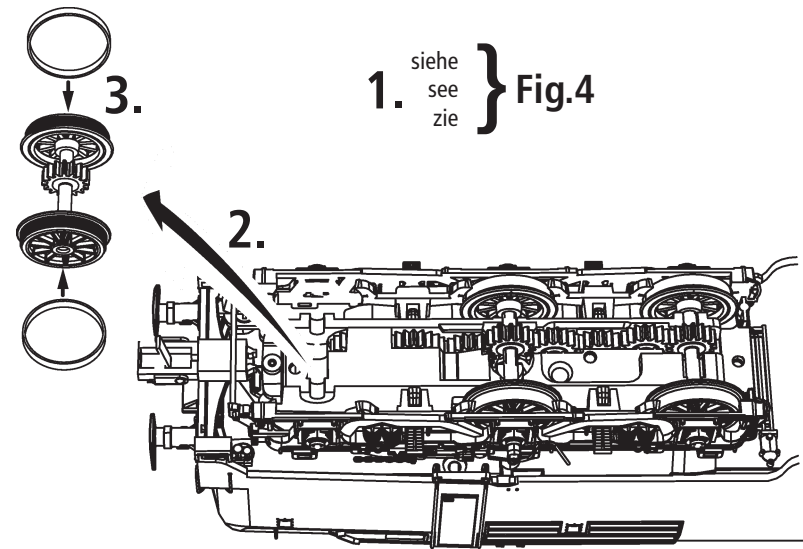
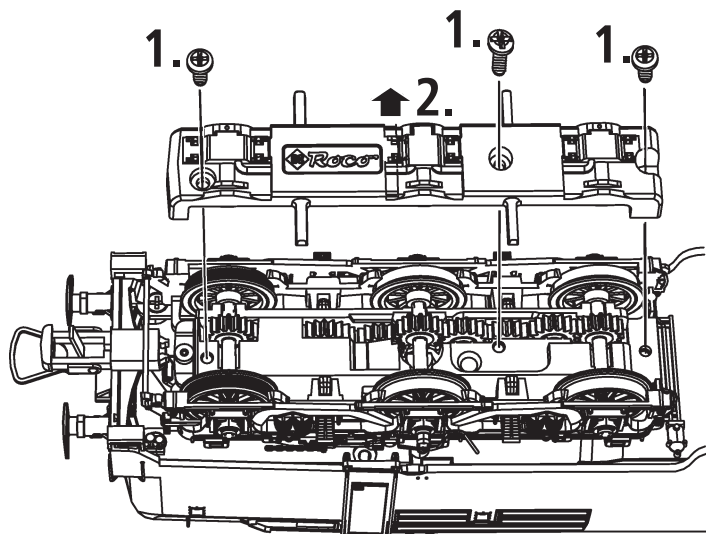
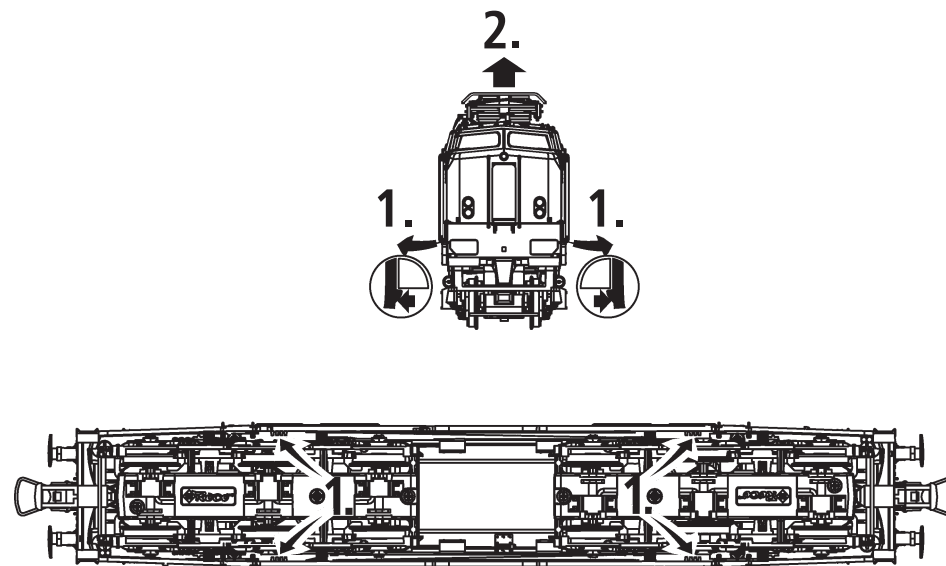

Fig. 9
Fig. 4
Fig. 5
2. Schmierung: Versehen Sie die im Schmierplan in Fig. 5 gekennzeichneten Stellen mit nur **kleinen Öltropfen**. Dazu zuerst das Lokgehäuse abnehmen (Fig. 4). Wir empfehlen den **ROCO Öler Art.-Nr. 10906**. Fürs Schmieren der Getriebeteile (Zahnräder, Schnecke) empfehlen wir das **ROCO-Spezialfett Art.-Nr. 10905**. Im Falle der Schmierung diese Teile **nicht ölen**.
Mehrzugbetrieb: Zuerst Lokgehäuse abnehmen (Fig. 4). Danach den Brückenstecker aus der Schnittstelle entfernen (diesen sorgsam aufbewahren). Danach den Stecker des Decoders lage-richtig einsetzen (Fig. 5).
4. Kohlebürstenwechsel: Lokgehäuse abnehmen (Fig. 4). Danach wird der Motor ausgebaut und die Kohlebürsten ausgewechselt (Fig. 9).
2. Lubrication: Apply **tiny oil drops** to spots marked in fig. 5. Prior to lubrication dismantle locomotive (fig. 4). We recommend using item no. **10906, Roco oiler**. For lubrication the gearparts (e.g. cogwheels, worm) we would recommend our Roco **special grease** (item no. **10905**). **Attention:** Please do not oil these parts when using our grease.
Running in digital mode: Remove the jumper from the interface. Finally put the plug of the decoder into the interface as shown in fig. 5.
4. Carbon Brush Changing: First remove loco body (fig. 4), and then the motor (fig. 9).
2. Graissage: N'appliquez **qu'une toute petite goutte** aux endroits indiqués par le plan de graissage (fig. 5) après avoir démonté la caisse de la locomotive (fig. 4). Nous vous recommandons le **graisseur à huile Roco réf. 10906**. Pour graisser les engrenages (roues dentées, vis sans fin) nous vous conseillons la **graisse spéciale Roco réf. 10905** pour engrenages en matières synthétiques. Lorsque vous utilisez cette graisse il faut éviter d'huiler ces composants.
Exploitation en télécommande multi-trains: Enlevez la fiche de shuntage de l'interface (à conserver!) et enfichez finalement la fiche de décodeur aux prises de l'interface. Veillez à la position correcte de la fiche (fig. 5).
4. Remplacement des balais du moteur: Démontez la caisse (fig. 4). Démontez ensuite le moteur et échangez le balais (fig. 9).